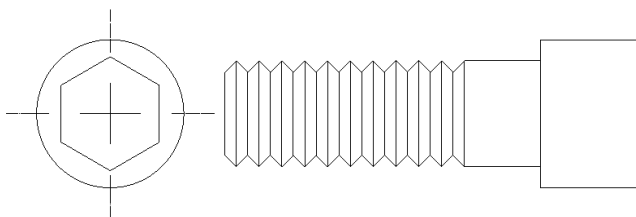

图 12-61 标注中心线符号
(4) 单击鼠标左键，单击【确定】按钮，即可标注中心线符号对象，效果如图 12-61 所示。